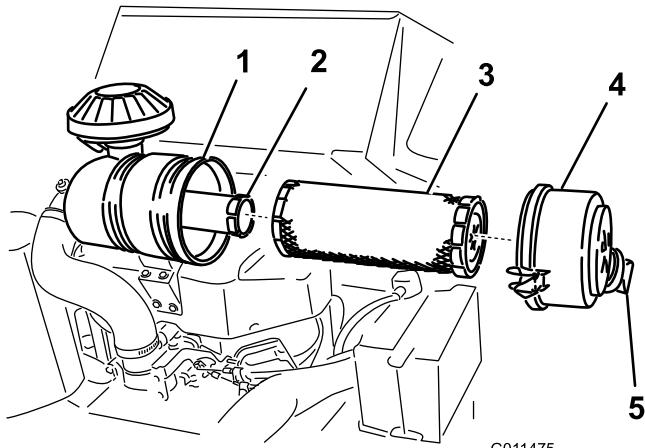

Figura 30
3. Rilasciate i dispositivi di fermo del filtro dell'aria e togliete il coperchio dal corpo del filtro (Figura 30).
1. Estraete con cautela il filtro primario dal corpo del filtro dell'aria (Figura 30).
- Se sostituite il filtro di sicurezza, fate scorrere delicatamente il nuovo filtro nel corpo del filtro (Figura 30).
- Montate con cautela il filtro primario sul filtro di sicurezza (Figura 30).
- Montate il coperchio del filtro dell'aria con il coperchietto antipolvere orientato come illustrato nella Figura 30, quindi fissate i dispositivi di fermo.